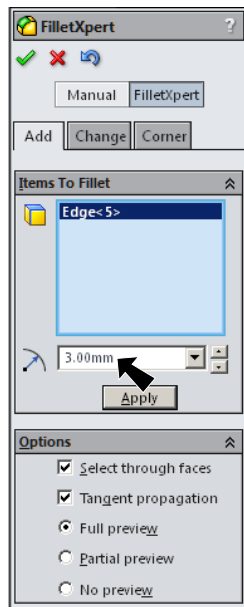

Fig. 14
Step 3. Set **Radius**  **3** Fig. 14